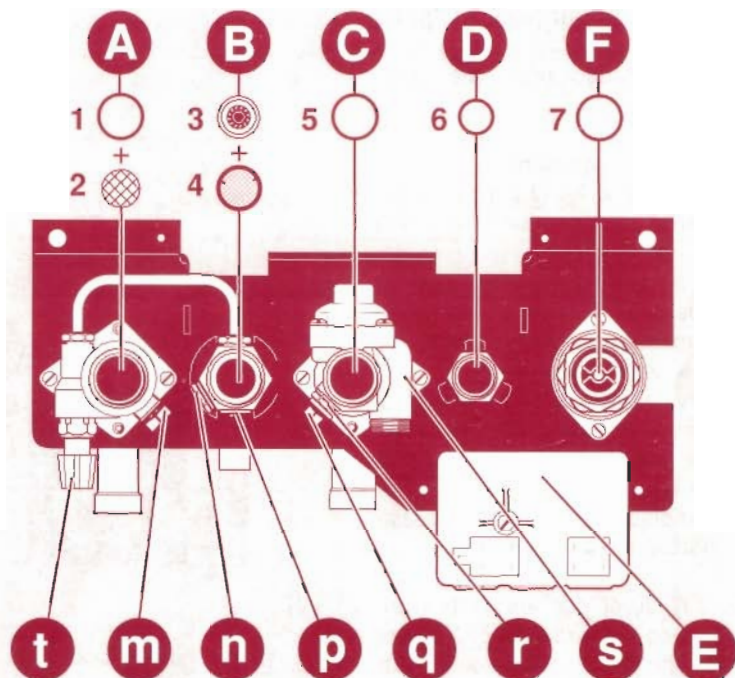

Fig. 5
- Mettre en place les filtres, joints et le limiteur de débit en respectant l'ordre et le sens précisés sur les **fig. 5** et **6**. Visser les différents raccords entre la chaudière et la plaque de raccordement.
- Brancher les connecteurs électriques dans le bornier (**E fig. 5**).
Dévisser le couvercle permettant l'accès au bornier (**E fig. 5**) sur la plaque support : le petit sachet plastique contient les différents éléments de connexion que vous devrez utiliser : barrettes, serre-cables, bouchons de protection...
### Remplissage des circuits (fig. 5)
- Faire une prise d'air en ouvrant par exemple, un purgeur de l'installation ou la vis de vidange (**r fig. 5**) de la chaudière.
- Finir la vidange en ôtant la vis (**n fig. 5**) sur la plaque de raccordement de la chaudière.
- Fermer les robinets (**q fig. 5**) départ chauffage et (**m fig. 5**) retour chauffage.
- Ouvrir la vis de vidange (**r fig. 5**) située sur le départ chauffage et faire une prise d'air, par exemple en ouvrant le purgeur de l'échangeur (**17 fig. 2**).